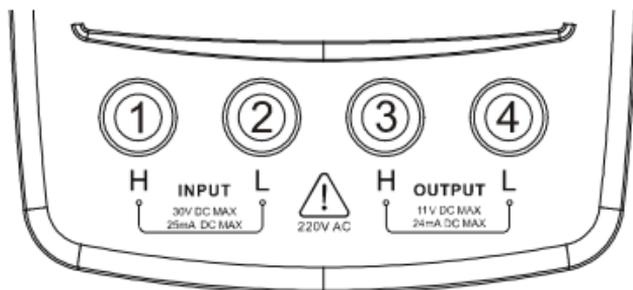

图 2 输出和测量插孔
测试表笔的插孔见图 2，具体功能说明见表 3。
如使用测量端进行信号测量时，接图 2 中的插孔①、②，此时便可将测试表笔插入该插孔。
如使用输出端进行信号输出时，接图 2 中的插孔③、④，此时便可将测试表笔插入该插孔。
(1)按图 2 连接测试表笔。
(1) 按图 2 连接测试表笔。
(2) 按右侧 **信号** 键切换热电偶类型（K、E、J、T、R、B、S、N）。
(3) 按数字键输入需要输出的值，然后按 **确认**。
(4) 按 **输出** 键，LCD 屏幕中 **【SOURCE】** 由 **【OFF】** 变成 **【ON】**，启动输出。
(2) 按右侧 **信号** 键切换信号类型（ $\Omega$ /Pt100）。
- (1) 按照图 2，连接信号发生器测量端。
- (2) 按 **信号** 键切换信号类型为 K/E/J/T/R/B/S/N。
- (3) 屏幕上方显示测量的热电偶温度值。